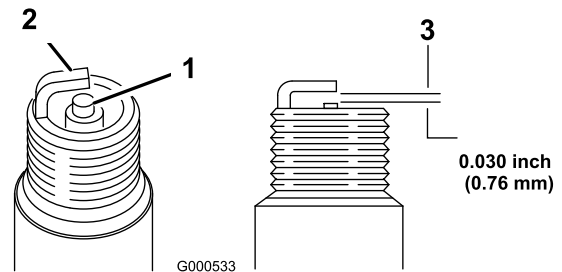

Figura 22
5. Ajuste la distancia entre los electrodos a 0.76 mm (0.030") como se muestra en Figura 22.